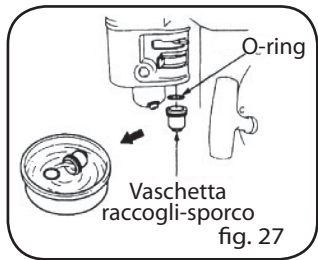

fig. 27
**3. LAVADO DE LA BANDEJA DE RECOGIDA DE LA SUCIEDAD (Fig. 27)**